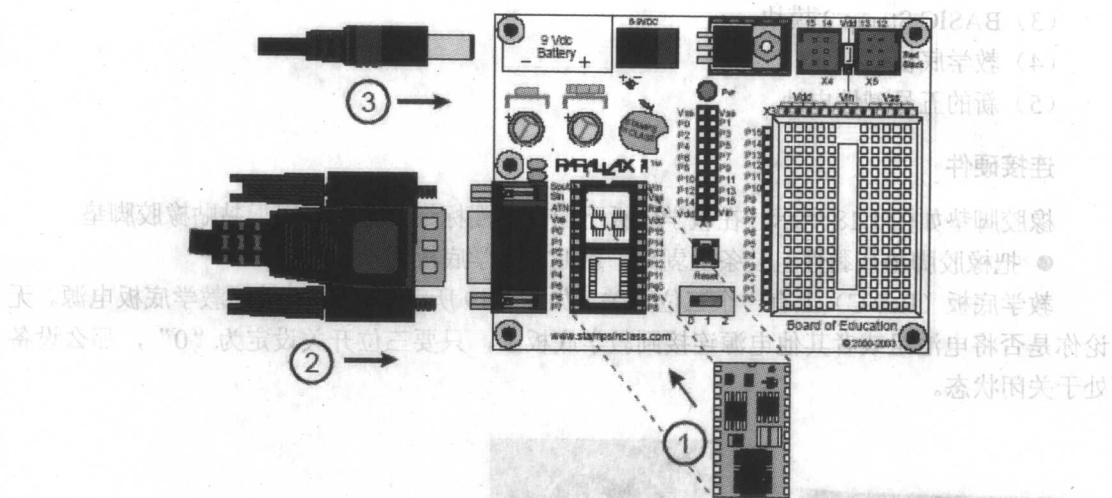
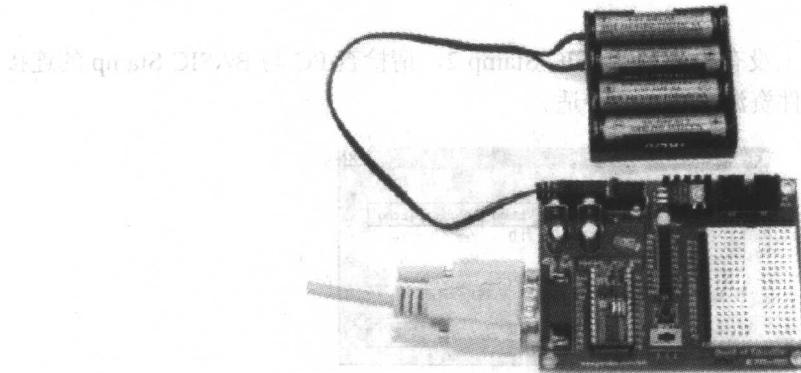

图 1.21 将教学板、BASIC Stamp 模块、串口、电源按照示意图的顺序连接元件
图 1.22 连接好的 BASIC Stamp 模块和教学底板
- 如果 BASIC Stamp 模块还没有插入教学底板中，按照图 1.21 步骤①所示插入教学板上的插座。
- 按照图 1.21 中步骤②所示，将串口电缆插入教学底板。
- 按照图 1.21 中步骤③所示，将电池盒插头插入 6~9V 直流电源插座。连接好的 BASIC Stamp 模块和教学底板如图 1.22 所示。